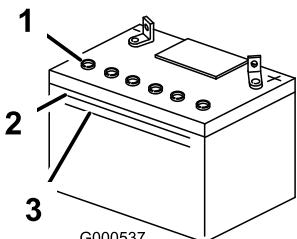

Figura 42
1. Mire hacia el lateral de la batería. El electrolito debe llegar a la línea superior (Figura 42). No permita que el electrolito esté por debajo de la línea inferior (Figura 42).
3. Retire los tapones de ventilación de la batería (Figura 42).
4. Vierta lentamente agua destilada en cada célula de la batería hasta que el nivel de electrolito llegue a la línea superior (Figura 42) de la caja de la batería.
5. Espere de cinco a diez minutos después de llenar las células de la batería. Añada agua destilada, si es necesario, hasta que el nivel de electrolito llegue a la línea superior (Figura 42) de la caja de la batería.